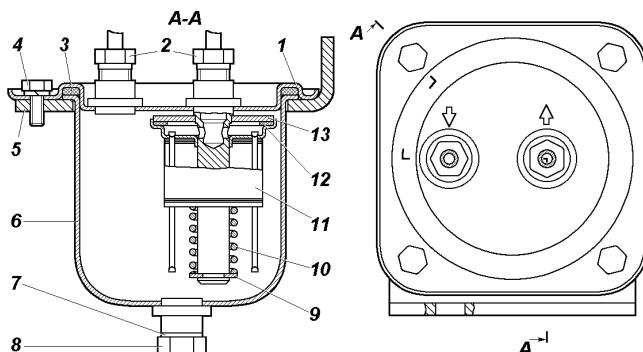

Рис. 9.7. Топливный фильтр-отстойник:
**Топливный фильтр-отстойник** (рис. 9.7) разберите для промывки отстойника и фильтрующего элемента. После промывки продуйте сжатым воздухом давлением не более 98 кПа (1 кгс/см2), чтобы не вызвать повреждения фильтрующих пластин. Периодически сливайте отстой грязи и воды через сливное отверстие.